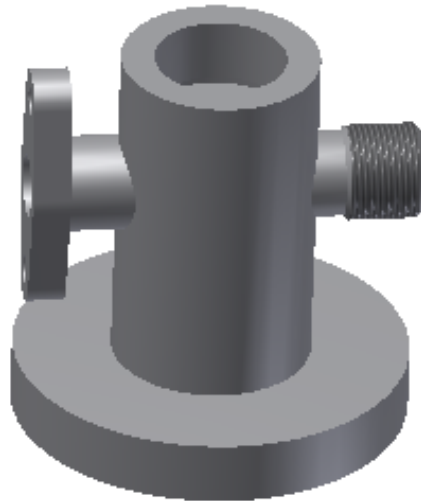

Рис. 3.60. Ориентация корпуса
- При помощи кнопки  **Орбита** проверните модель так, как показано на рисунке (рис. 3.60).